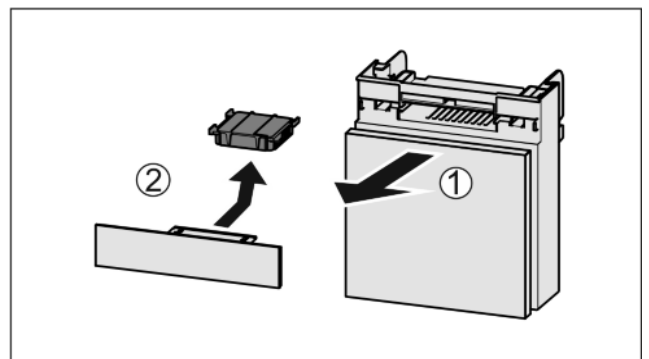

Fig. 33
- ▶ Fach nach vorne herausziehen Fig. 33 (1).
- ▶ Aktivkohlefilter entnehmen Fig. 33 (2).